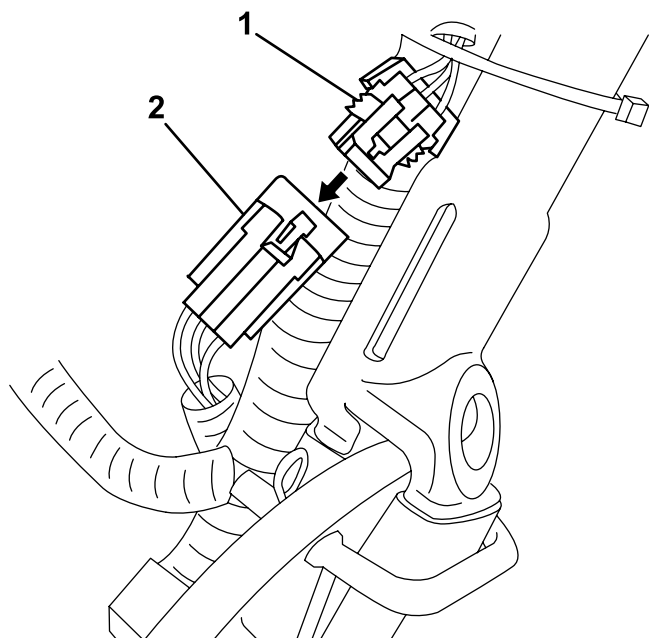

Figure 10
3. Débranchez le petit connecteur qui se trouve sur le faisceau de câblage reliant le bloc batterie à la machine, du faisceau de câblage principal (Figure 10).